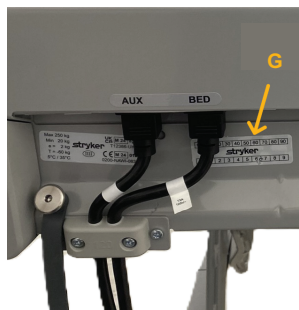

Figur 33 – Tareringstest – ingen vikt
13. Ta bort alla kalibrerade vikter från produkten (Figur 33).